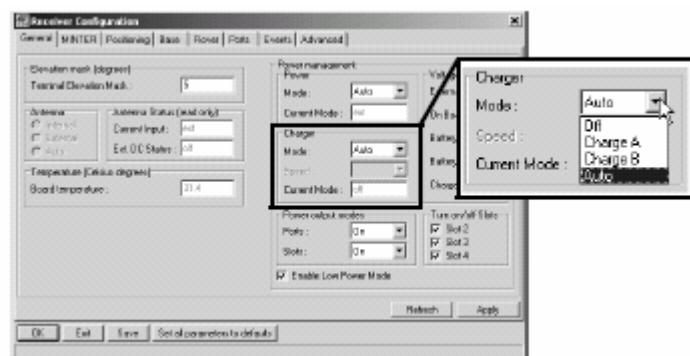

Figura 2-3. Selección del modo de cargador
4. Seleccione el modo de cargador deseado en la lista desplegable *Modo Cargador* (Figura 2-3). *Modo Actual* muestra las baterías en carga: a, b, o ninguna (off).